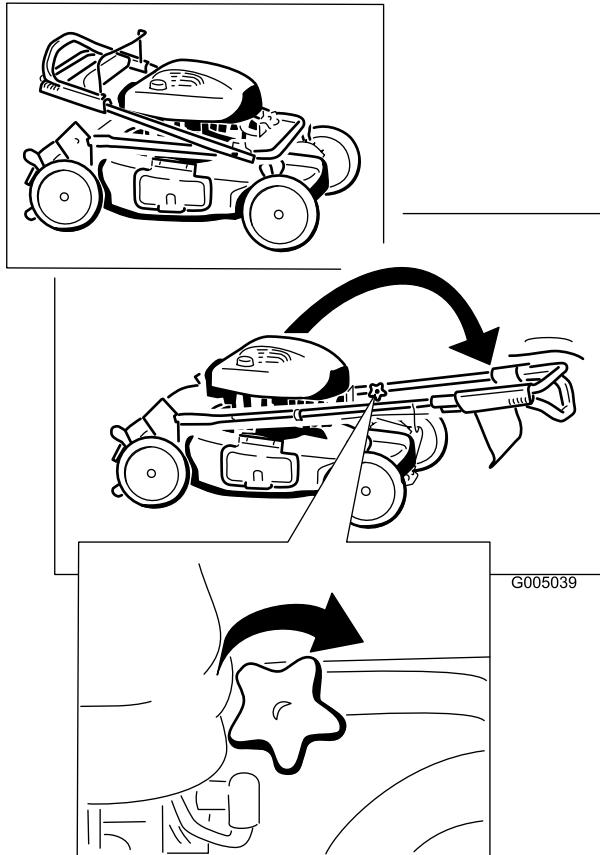

Figura 3
1. Mueva con cuidado la sección superior del manillar hacia adelante hasta que sus dos mitades queden alineadas y encajadas; luego, apriete los pomos del manillar (Figura 3).